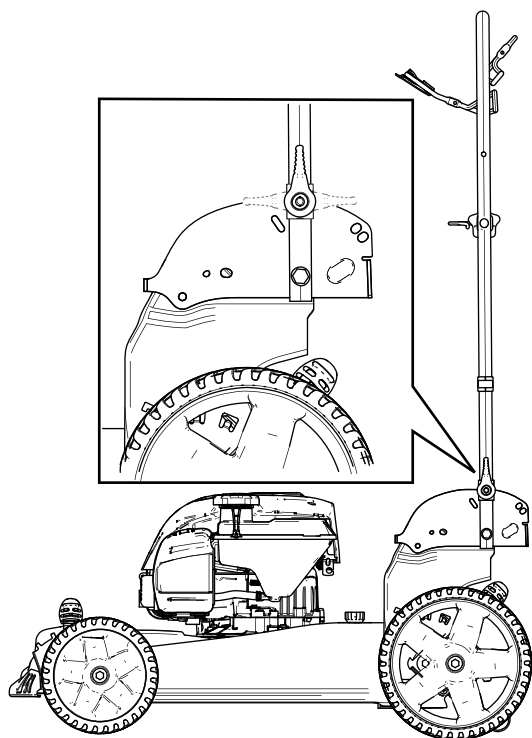

Figura 18
3. Piegate la stegola in avanti o in posizione verticale o in posizione completamente in avanti come illustrato in Figura 18.